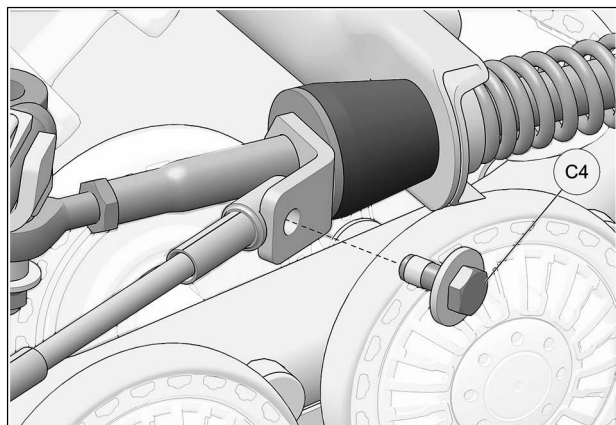

Fig. 31
18. Tourner légèrement le volant dans le sens contraire jusqu'à ce que le câble puisse être fixé à la plaque de support en utilisant le boulon (C4) fourni. Serrer à un couple de 35 Nm [24 lb•pi]. Voir la Fig. 31. Effectuer le même exercice du côté droit.